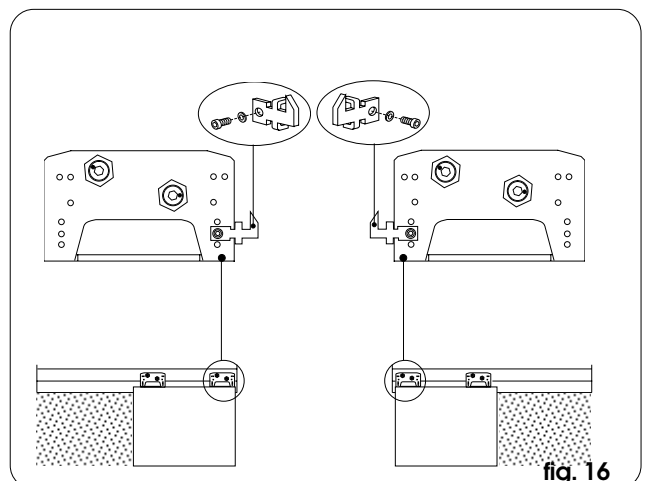

fig. 16
- si se utiliza el cerrojo, fije el gancho en el carro, en el lado de cierre, como se muestra en la fig. 16, en el orificio central de los 3 previstos.